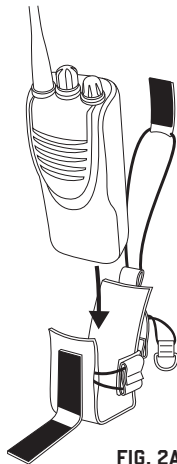

FIG. 2A
2. Place the radio into the trap, with the back of the radio facing the D-Ring on the back of the trap. [fig. 2a, 2b]
- Coloque la radio en la funda con la parte trasera de la radio hacia la anilla en "D" de la parte trasera de la funda. [Fig. 2a, 2b]
- Placez la radio dans la sangle d'attache, le dos de la radio du côté de l'anneau à l'arrière de la sangle. [fig. 2a, 2b]
2. Legen Sie das Funkgerät so in die Halterung, dass die Rückseite des Funkgeräts zum D-Ring auf der Rückseite der Halterung weist. [Abb. 2a, 2b]